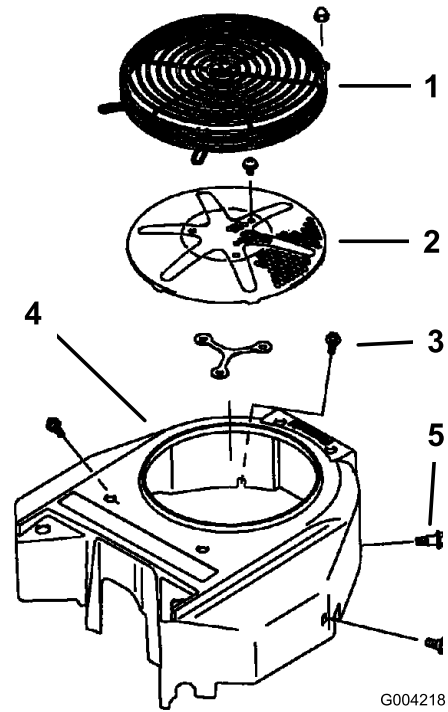

Figura 75
Antes de cada uso, retire cualquier acumulación de hierba, suciedad y otros residuos de la rejilla del motor. Esto ayudará a asegurar una refrigeración adecuada y una velocidad de motor correcta, y reducirá la posibilidad de sobrecalentamiento y daños mecánicos al motor (Figura 75).
3. Retire la rejilla de entrada de aire, el arrancador de retroceso y la carcasa del ventilador (Figura 75).
5. Instale la rejilla de entrada de aire, el arrancador de retroceso y la carcasa del ventilador (Figura 75).